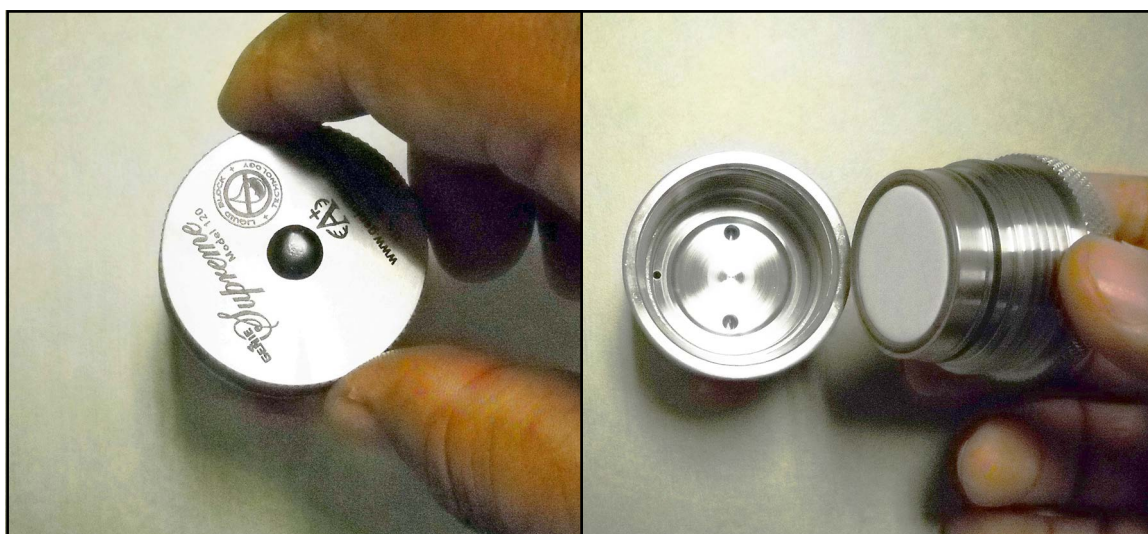

図 99: フィルタキャップの取り外し
2. フィルタキャップを反時計方向に回します（下の図99を参照）。キャップを緩めやすくするため、ウォーターポンププライヤが必要になることがあります。